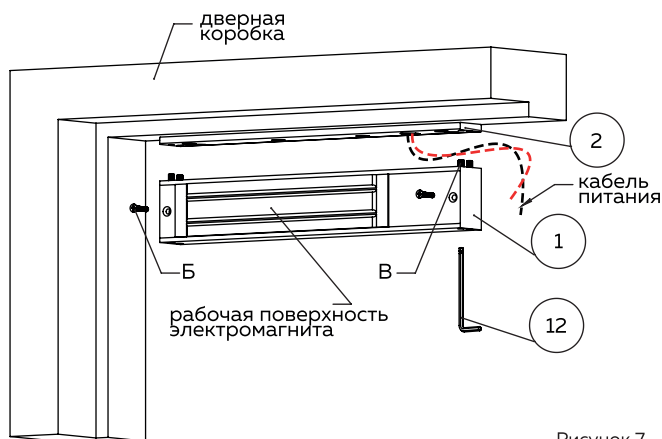

Рисунок 7
2 Через овальный паз пропустить кабель питания для замка и соединить согласно схеме подключения. Для фиксации электромагнита ① на пластине ② необходимо выкрутить винты Б и затем при помощи ключа ⑫ затянуть винты В, как показано на рис.7. После установки закрутить винты Б обратно.